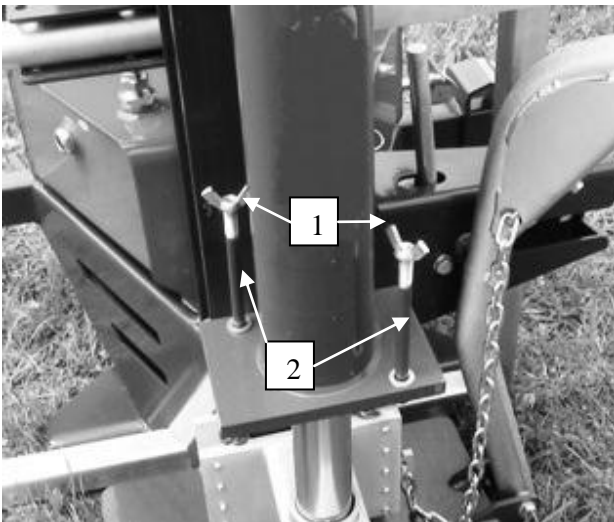

Bild 8
- Die Flügelmutter (1) der Schrauben (2) lösen (Bild 8).